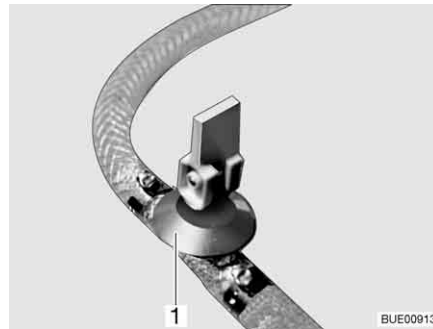

Bild 188 Ablasshahn
- Ablasshahn/Ablasshähne schließen. Dazu den Kipphebel (Bild 188,1) waagrecht stellen.
- Ablasshahn/Ablasshähne (Bild 188) öffnen. Dazu den Kipphebel (Bild 188,1) senkrecht stellen. Der Boiler wird nach außen entleert.